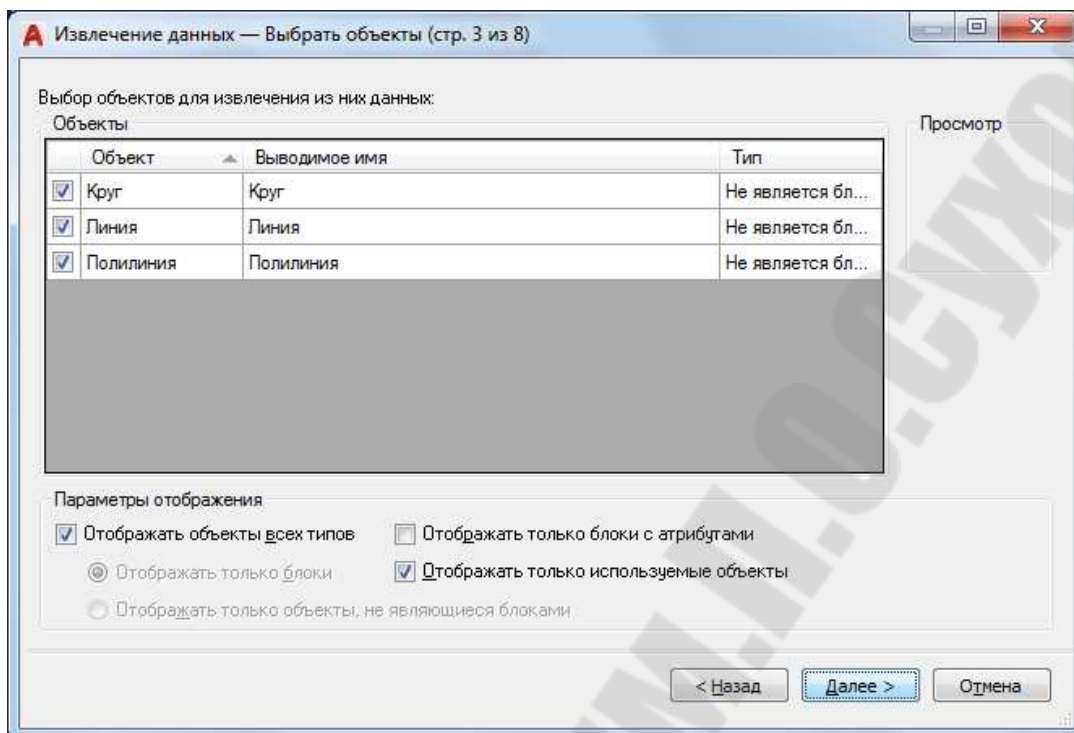

Рис. 2.141. Диалоговое окно «Извлечение данных – выбрать»
**Шаг 3. Выбрать объекты** – установка типов объектов (блоки и не-блоки) и информации для чертежей, которые будут извлечены (рис. 2.141).